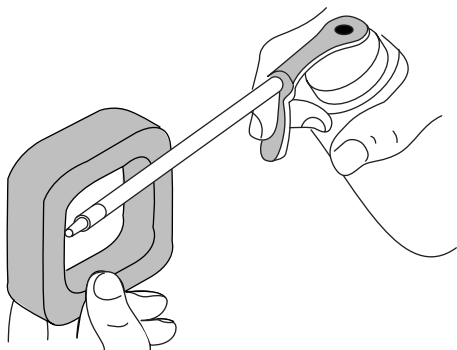

Fig. 63
4. Appliquez une quantité suffisante d'huile moteur propre SAE 30 pour enduire légèrement le filtre (Fig. 63).